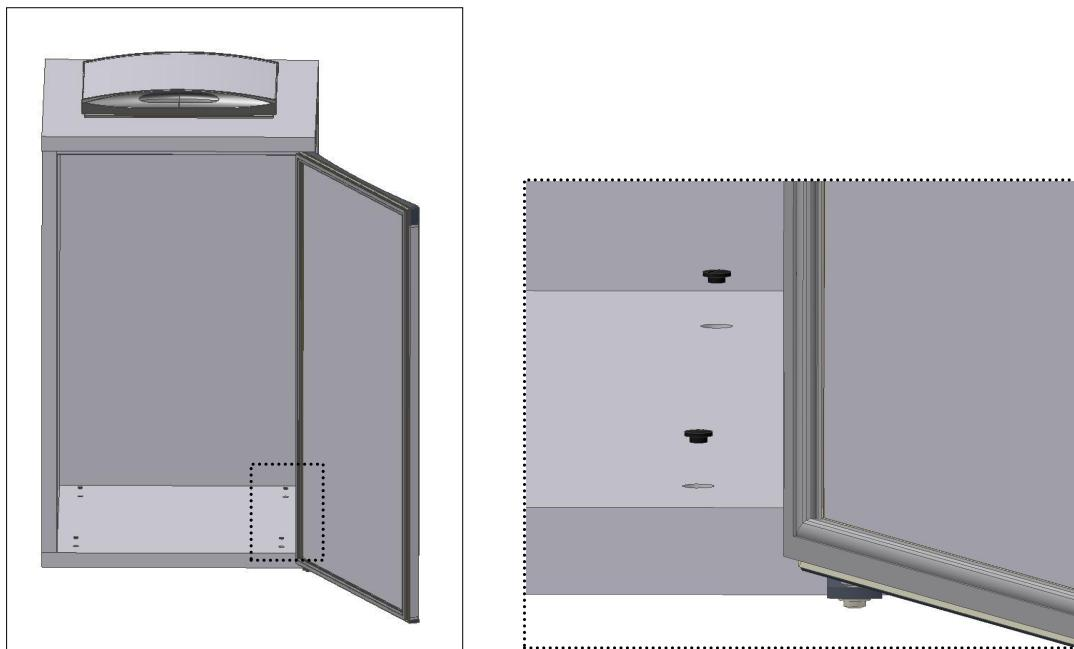

Fig. 12
- Collegare i **cappucci** nel fondo (Fig. 12);